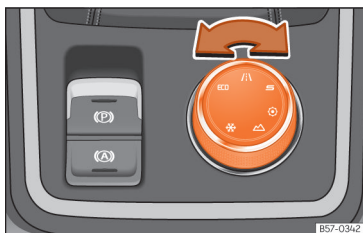

Fig. 102 Consola central Comando rotativo (botão Driving Experience).
• Rode o botão rotativo (Driving Experience Button) até seleccionar o perfil de condução desejado »»» **Fig. 102.**